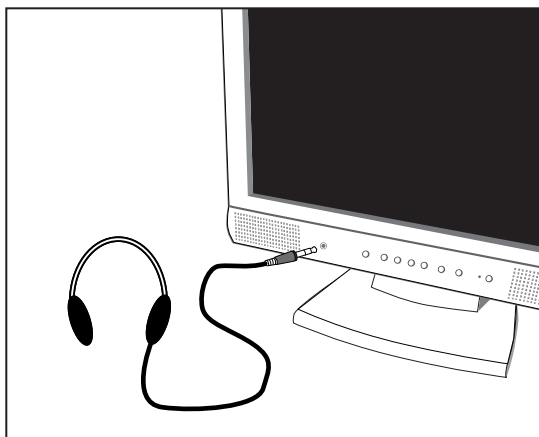

Figure E.1
5. Connectez une écouteur à "écouteur" fiche à devant le moniteur biseau marqué "☞" (**Figure E.1**). Lorsque la fiche du casque d'écoute est insérée dans la prise du casque d'écoute, les haut-parleurs sont débranchés automatiquement et le son se fait entendre à travers les écouteurs. Vous pouvez vous procurer une écouteur chez votre magasin d'électronique local.